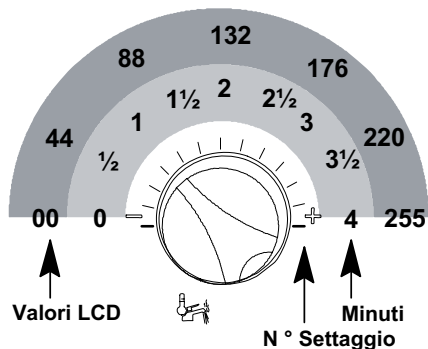

Fig. 5.73
Per cambiare il settaggio ruotare la manopola di regolazione temperatura sanitari **3** in Fig. 5.69 e posizionarla sul tempo prescelto Fig. 5.73.
- Il passo del settaggio della manopola **3** Fig. 5.73 corrisponde a un valore letto sul display LCD di circa **44** (40 secondi) e questo valore può essere variato fino a circa **255** (4 minuti); nell'LCD la sequenza **P11** si alterna con **60**.